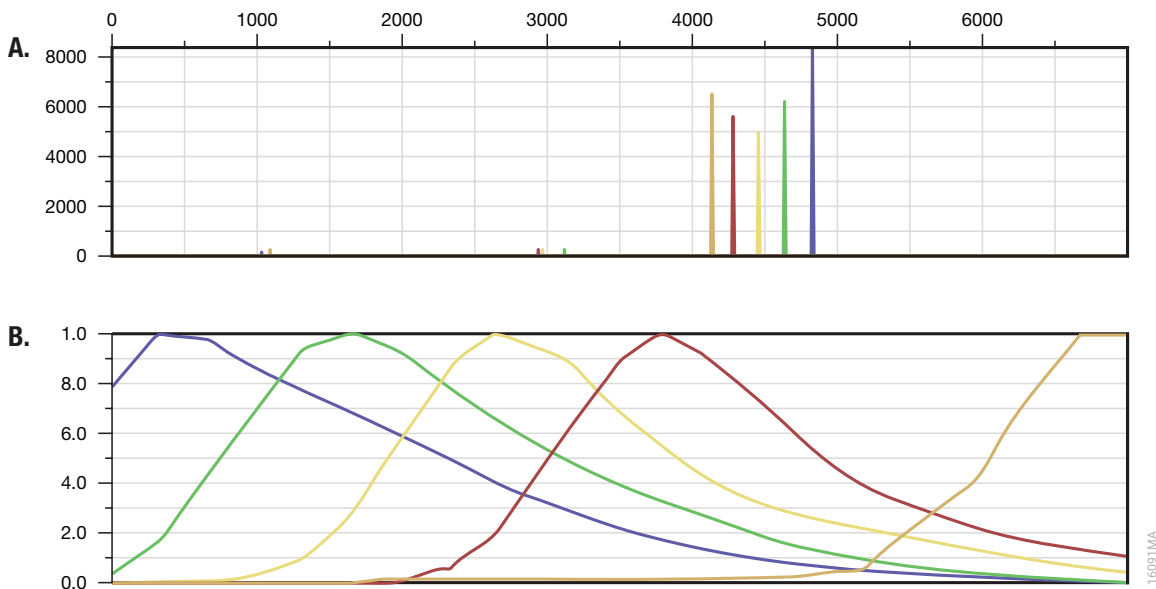

Figura 1. Dati rappresentativi per l'OncoMate™ 5C Matrix Standard. Pannello A. Picchi di frammenti risolti. **Pannello B.** Spettri di emissione del colorante.
- Al termine del ciclo di calibrazione spettrale, rivedere i risultati della calibrazione spettrale. Per ogni capillare, controllare Quality Value (Valore qualità) e Condition Number (Numero condizionamenti) della calibrazione spettrale e controllare i dati di emissione spettrale visualizzati. Il passaggio dei capillari avrà un Quality Value (Valore qualità) $\geq 0,95$ e un Condition Number (Numero condizionamenti) $\leq 8,0$. Assicurarsi che l'ordine (da sinistra a destra) dei picchi dei frammenti risolti nel display dell'intensità rispetto al numero di scansione sia arancione, rosso, giallo, verde e blu (Figura 1, Pannello A). Assicurarsi che l'ordine (da sinistra a destra) dei segnali del colorante nel display degli spettri di emissione sia blu, verde, giallo, rosso e arancione (Figura 1, Pannello B).